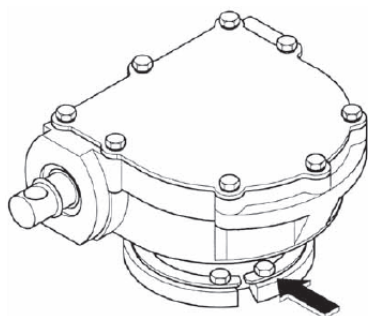

图 43
- (1)圆锥齿轮传动箱要与分接开关配套。打印的出厂序号必须一致。
- (2)圆锥齿轮传动箱的水平传动轴必须和开关头部齿轮盒的轴端在一条直线上。
- (3)拆下头部齿轮盒的压板，并松开齿轮盒的压圈后，头部齿轮盒便可以自由转动。
- (4)头部齿轮盒的位置调准后必须紧固压圈(最大扭矩 15Nm)，盖上齿轮盒压板，用锁片锁死螺栓(图 43)。
- (5)特殊设计的伞齿轮和及其垂直或水平传动轴的中间轴承的安装可比照上述说明进行。